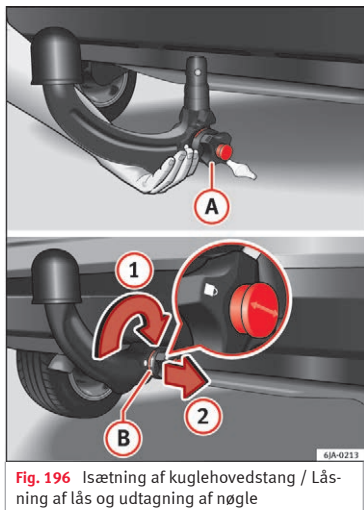
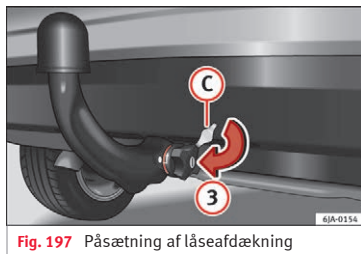

Fig. 196 Isætning af kuglehovedstang / Låsning af lås og udtagning af nøgle
Fig. 197 Påsætning af låseafdækning
- Hold fast i kuglehovedstangen nedefra » Fig. 196, og før den helt ind i bøsningen, indtil du kan høre, at den går i hak » Δ.
- Håndhjulet ① drejer sig **automatisk** i modsat retning og tilpasser sig til kuglehovedstangen » Δ.
- Luk håndhjulets lås ved at dreje nøglen ② helt mod højre i pilens retning ① – pilen på nøglen skal pege mod symbolet “lås lukket”.
- Træk nøglen ud i pilens retning ②.
- Sæt afdækningen ③ på håndhjulets lås i pilens retning ③ » Fig. 197.